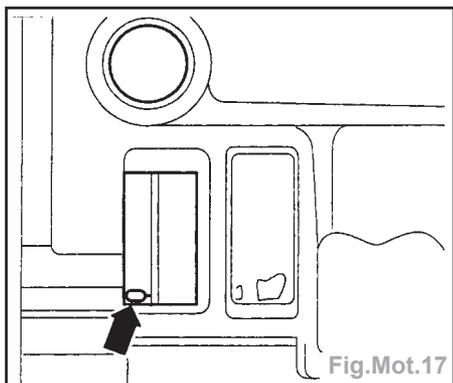

Fig.Mot.17
- Amener le vilebrequin au PMH du cylindre 1 (véhicules avec BV automatique) (Fig.Mot.17).